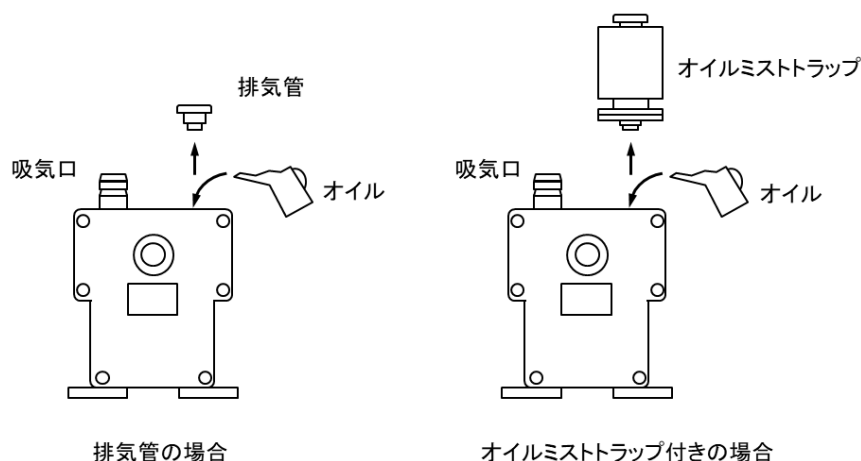

図 12 油回転真空ポンプへの注油方法
- (1) 図 12 のように排気管のねじをゆるめて外します。また排油口が封止されていることを確認してください。
- (2) 漏斗で当社指定の油回転真空ポンプ油 (ULVOIL R-72) をオイルレベルゲージのレベル線上 5～6mm 位まで入れてください。油面は運転中常にオイルレベル線より上部にあるようにしてください。注油が終ると排気管を元通り手でしめつけてください。運転中油量が適当でないとポンプの性能を低下させ、さらに故障の原因にもなりますので注意してください。油量がレベル線より 2～3mm 低下しますと、到達圧力が悪くなることがあります。(ポロポロと排気音がして止まらないことがあります。)